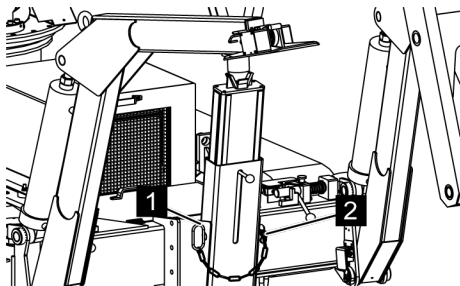

Fig. 101: Cheville de verrouillage
5. → Rentrer la cheville de verrouillage (Voir la Fig. 101/1) et la bloquer avec la goupille fendue à ressort (Voir la Fig. 101/2).